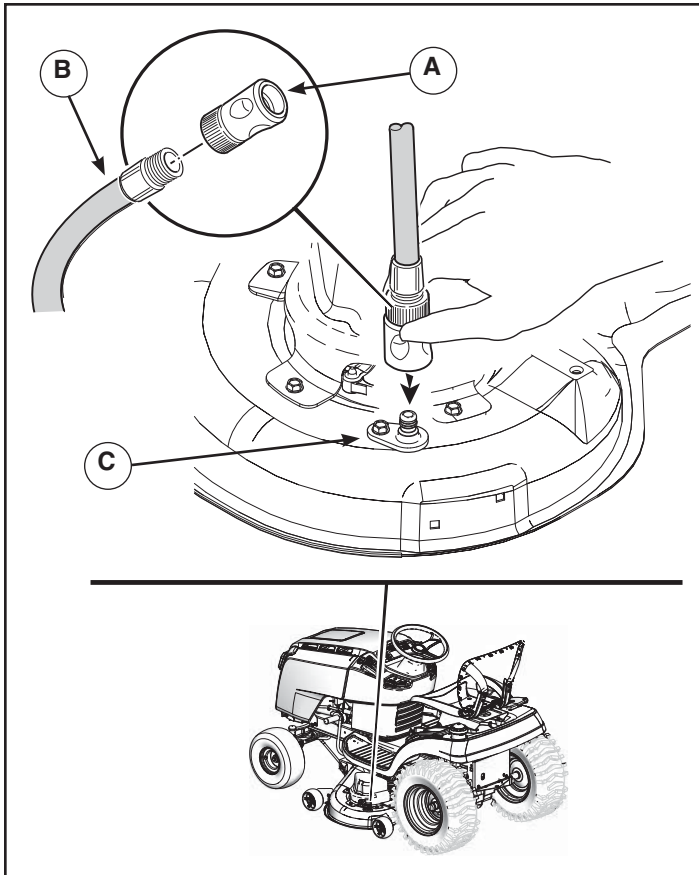

Figura 14
2. Conecte o encaixe de desconexão rápida (A, Figura 14) à mangueira de jardim (B) e conecte à porta de lavagem, (C) na plataforma do cortador.